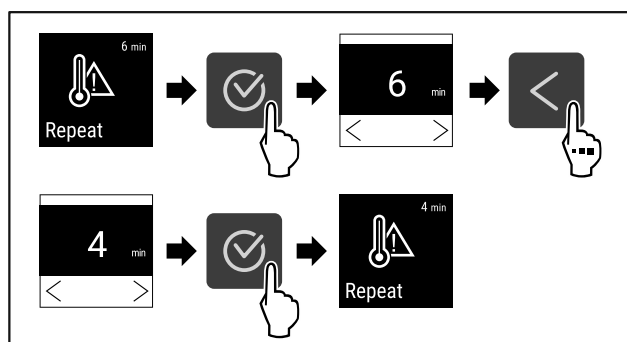

Fig. 100
- ▶ Proved'te akční kroky (viz Fig. 100).